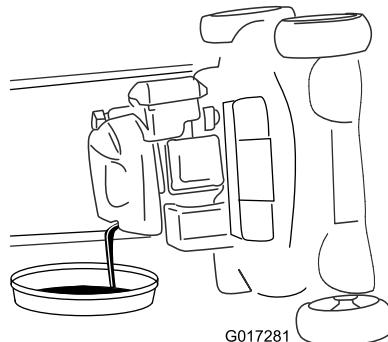

Figura 33
- Ponga la máquina de lado (con el filtro de aire hacia arriba) para drenar el aceite usado del tubo de llenado de aceite (Figura 33).